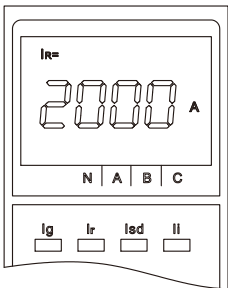
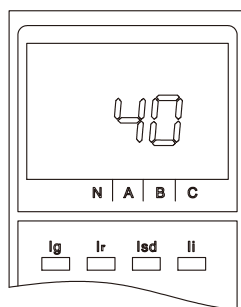

图70 Ir设定值
图79 操作次数
③ 查询状态：在缺省界面下，按“菜单”键一次进入整定值查询状态，再按“→”键依次查询四段保护及其他参数整定值，详见图70~图79，具体调整数据范围见说明书序4.2